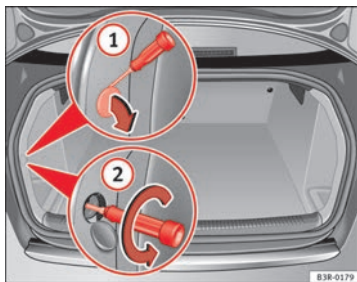
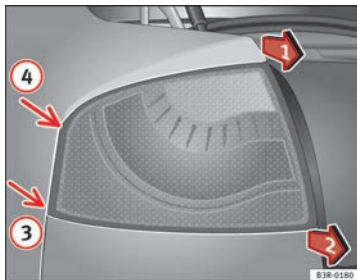

Abb. 210 Gepäckraum: Lage der Befestigungsschraube für Heckleuchte
Abb. 211 Ausbau der Heckleuchte im Seitenteil
- Hebeln Sie die Abdeckung an der Aussparung ⇒ Abb. 210 ① mit dem flachen Teil des Schraubendrehers ab.
- Lösen Sie die dahinterliegende Schraube mit dem Schraubendreher (Pfeile) ②.
- Die Heckleuchte abwechselnd in Pfeilrichtungen ⇒ Abb. 211 Position ① und ② ziehen, bis die Heckleuchte sich aus der Aufnahme (Positionen ③ und ④) löst.